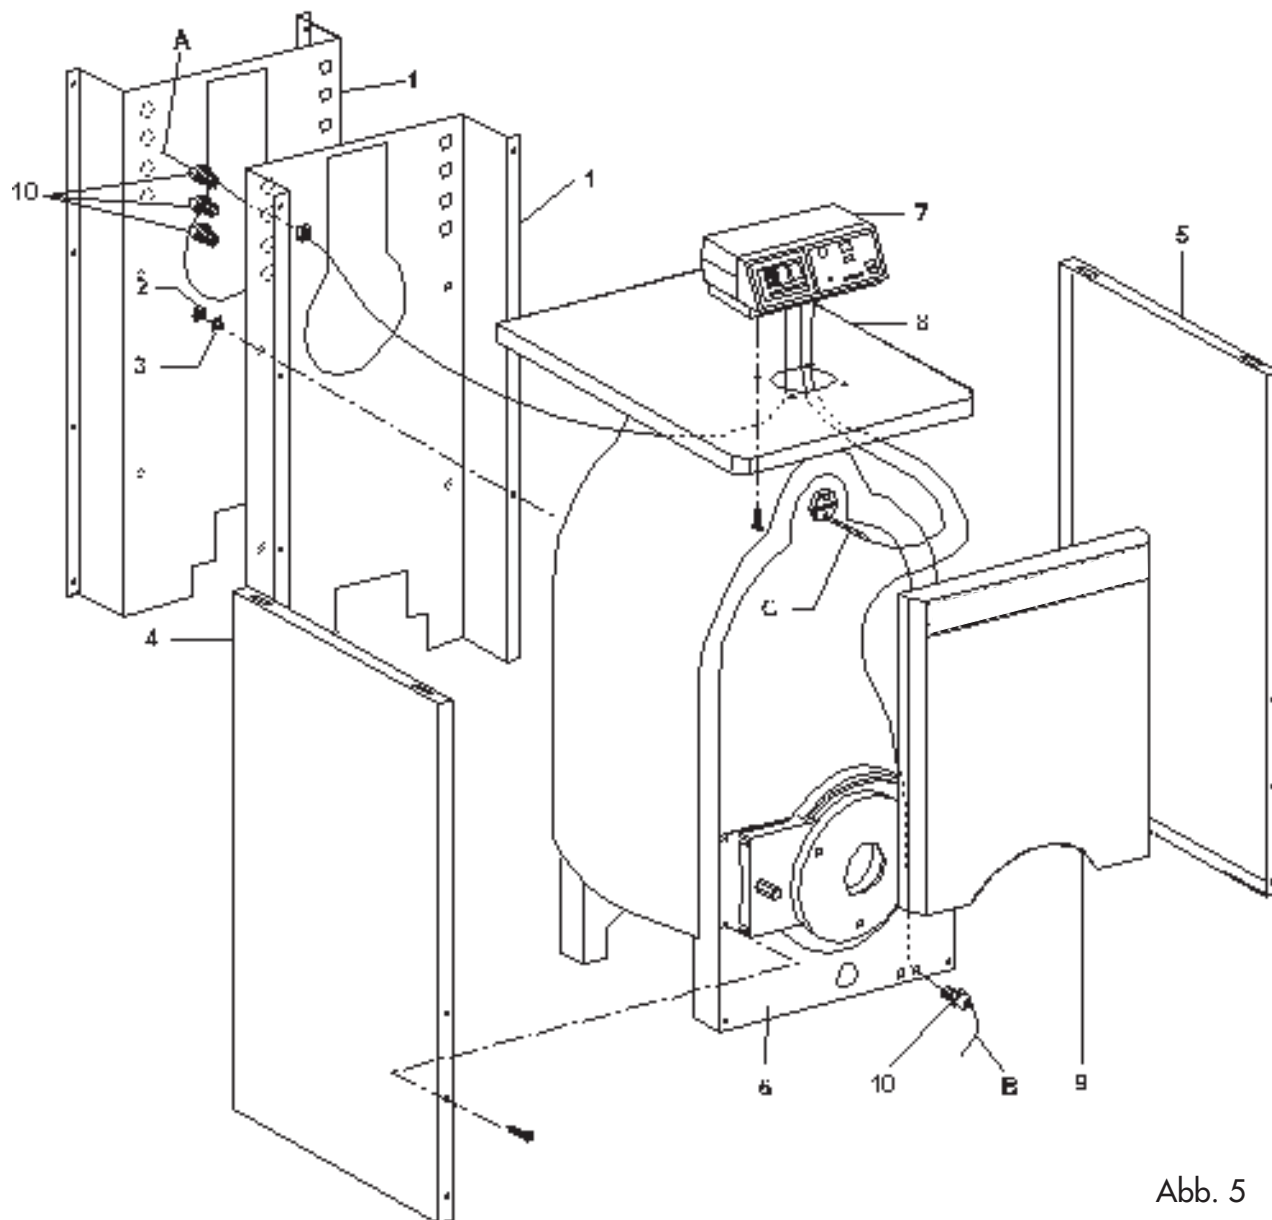

Abb. 5
- 4) Die verschiedenen Kabel durch Öffnung führen und Instrumententafel 7 an Deckel 8 befestigen. Vor dem Einbau des Deckels an den Kessel, das Speisekabel A und das Brennerkabel B durch die entsprechenden Öffnungen durchführen und mit Kabelbinder 10, das mit dem Schaltbrett geliefert wird festziehen. (Abb. 5).
- 5) Die eventuellen Fühler C in die entsprechenden Schachte einführen. (Abb. 5).
- 6) Nach Beendigung der vorgeschriebenen Arbeitsschritte die Frontalhaube 9 an Kessel anbauen (Abb. 5).